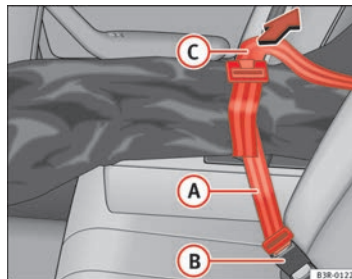

Fig. 120 Fixation du fourreau au niveau du boîtier de verrouillage de la ceinture de sécurité centrale arrière
- Insérez le pêne de la sangle du fourreau **(A)** ⇒ page 153, fig. 120 dans le boîtier de verrouillage de la ceinture de sécurité centrale arrière **(B)**.